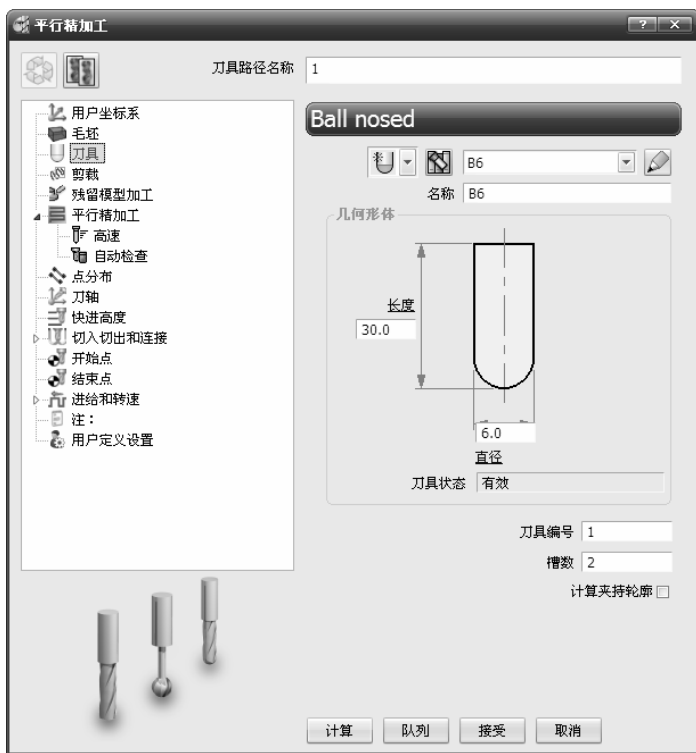

图 2-122 “平行精加工”对话框
6) 单击主工具栏上的“刀具路径策略”按钮, 弹出“策略选取器”对话框，单击“精加工”选项卡，选中“平行精加工”选项，单击“接受”按钮，弹出“平行精加工”对话框，如图 2-122 所示。